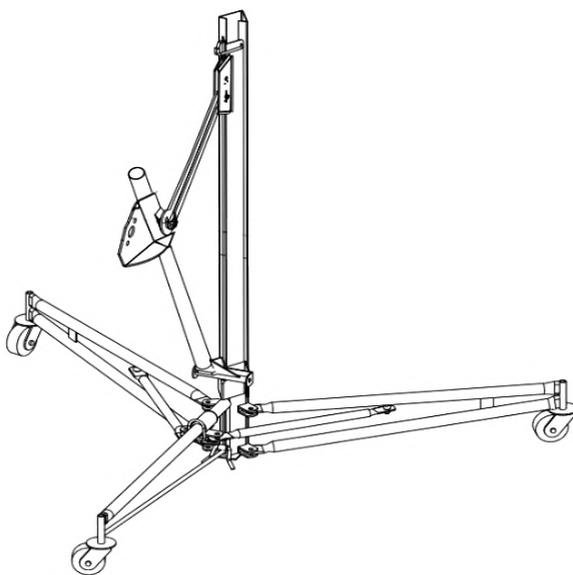

Figure 20
- L'assemblage final doit ressembler à celui de la figure 20.